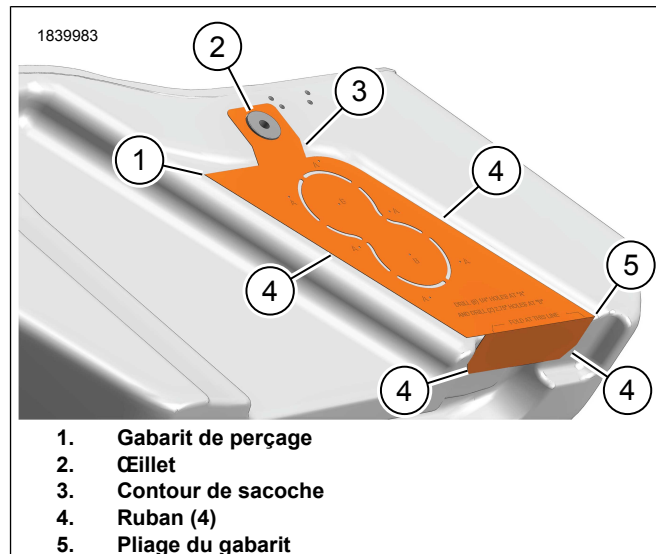

Figure 2. Gabarit de perçage
1. Voir la figure 2. Placer le gabarit de perçage (1) à l'arrière de la sacoche **droite** avec le côté orange tourné vers l'extérieur.
- a. Installer le gabarit de perçage (1) sur l'œillet du support arrière (2).
- b. Suivre le contour (3) de la sacoche sous l'œillet (2).
- c. Plier le gabarit de perçage (5) sur le fond de la sacoche à l'endroit indiqué.
- d. Utiliser du ruban adhésif (4) pour fixer le gabarit de perçage (1) à plusieurs endroits.